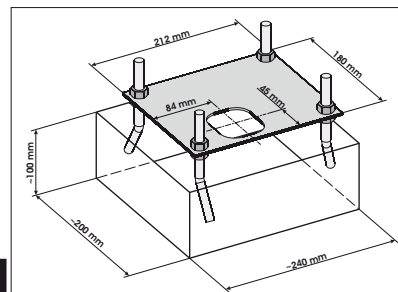
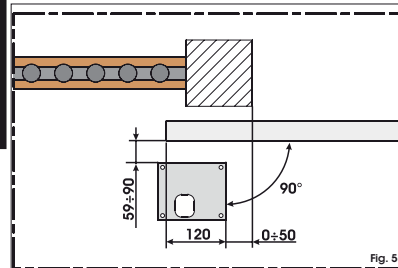
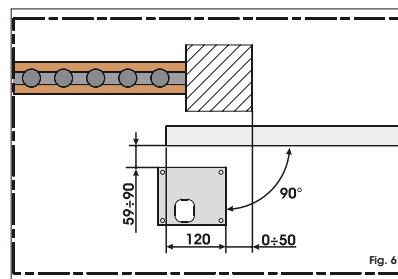

Fig. 4
Fig. 5
Fig. 6
- Realice una excavación para colocar la placa de cimentación como se indica en la fig. 4. La placa de cimentación debe colocarse como se muestra en la fig. 5 (cierre derecho) o fig. 6 (cierre izquierdo) para garantizar el correcto engranaje entre el piñón y la cremallera.
2) El operador se entrega preparado para una instalación que prevé, vista desde el interior, el cierre de la cancela a la derecha del operador (fig. 5). En caso de cierre a la izquierda hay que invertir la conexión de los cables conectados en los bornes del motor.